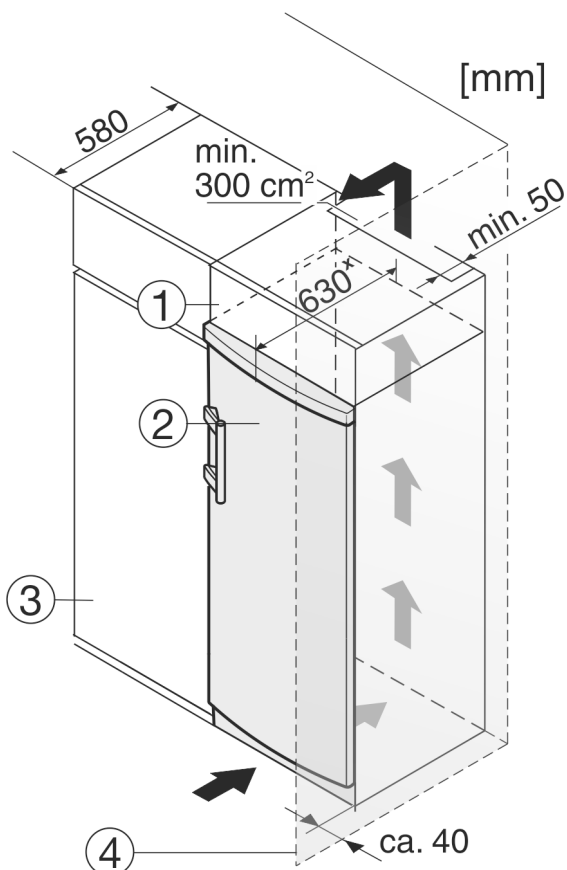

Fig. 10
- (1) Opbouwkast (3) Keukenkast
(2) Apparaat (4) Wand
Het apparaat kan in keukenkasten worden ingebouwd. Om het apparaat Fig. 10 (2) aan de hoogte van het keukenblok aan te passen, kan boven het apparaat een opzetkast Fig. 10 (1) worden aangebracht.
Bij een ombouw met keukenkasten (diepte max. 580 mm) kan het apparaat direct naast de keukenkast Fig. 10 (3) worden geplaatst. Het apparaat staat aan de zijkant 34 mm * en in het midden van het apparaat 50 mm * tegenover de voorkant van de keukenkast.
Wanneer het apparaat met de scharnieren naast een wand Fig. 10 (4) wordt geplaatst, moet de afstand tussen het apparaat en de wand minimaal 40 mm bedragen. Dit komt overeen met de uitsteekmaat van de handgreep bij geopende deur.